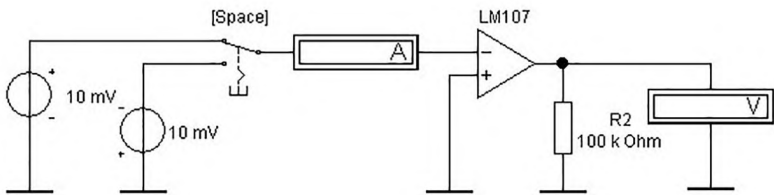

Рис. 6.3. Схема для измерения сопротивлений ОУ
6.2.5. Собрать схему согласно рис. 6.3.